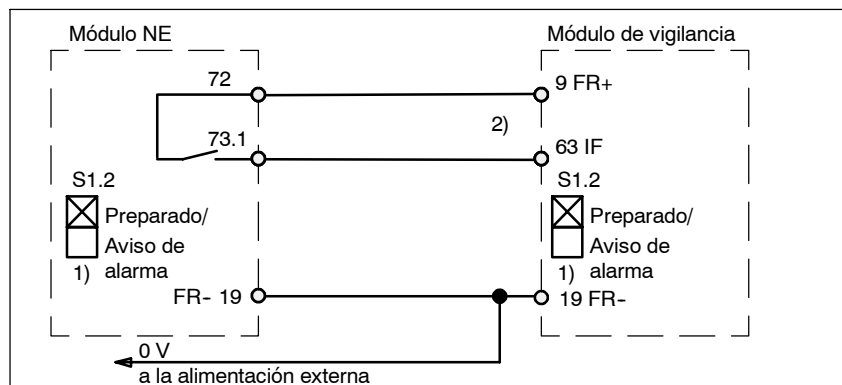

Fig. 8-7 Desconexión sin retardo Desbloqueo de impulsos
- Desconexión sin retardo desbloqueo de impulsos --> ver fig. 8-7